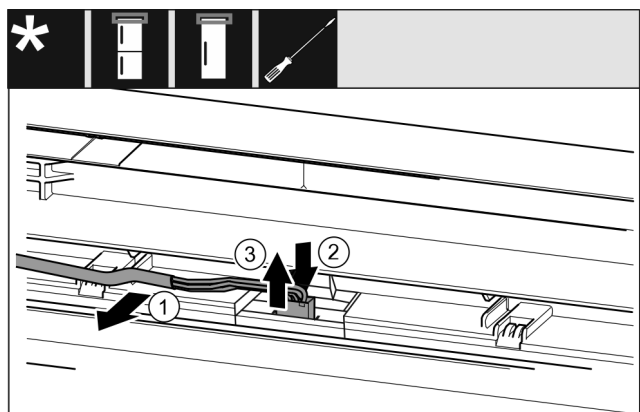

Fig. 21 Kühl-/Gefrierkombinationen / Gefriergeräte / Kühlgeräte
- Kabel Fig. 21 (1) vorsichtig aus der Führung in der Tür lösen.\*
- Lasche Fig. 21 (2) hinter dem Stecker nach hinten drücken.\*
- Stecker Fig. 21 (3) vorsichtig nach oben herausziehen.\*